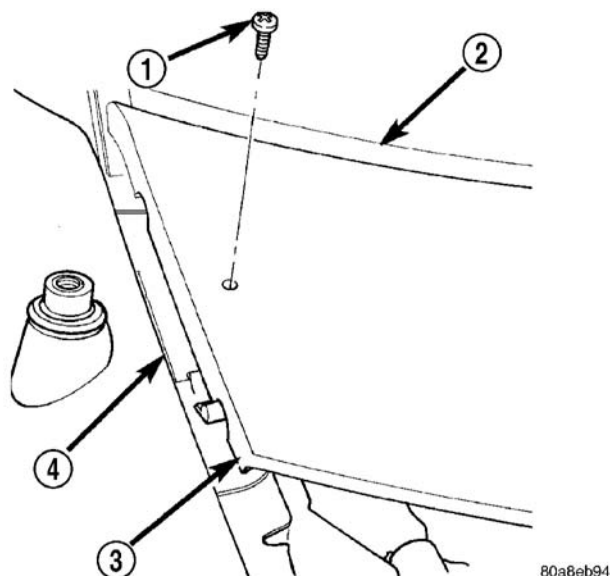

图7 车颈盖固定件
(5) 抬高驾驶员侧刮水器枢轴使其离开发动机舱卸下车颈格栅。弯曲车颈格栅外端, 以同时看到刮水器枢轴的顶部和发动机罩底部角。
(6) 关闭发动机罩。不要上锁。卸下外部螺钉。(图7)。
(7) 断开洗涤剂软管在管线中的接头。
(8) 从刮水器模块中的孔断开洗涤剂软管和保护圈并拉出。
(9) 通过抬高相对侧的刮水器枢轴卸下车颈格栅, 并从车辆卸下。
(10) 自车辆拆下车颈盖。